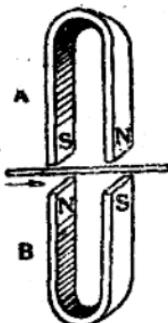

图 102
1. 把通电的直导线放在两个蹄形磁铁AB之间, 二磁铁的间隙很小, 如图102所示。导线可以自由地向各个方向运动。电流方向如箭头所示。